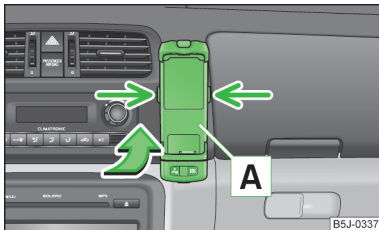

Abb. 83
- Zuerst den Adapter **A** in Pfeilrichtung » Abb. 83 bis zum Anschlag in die Halterung schieben. Den Adapter dann leicht nach unten drücken, bis dieser sicher einrastet.
- Gleichzeitig die seitlichen Verriegelungen der Halterung » Abb. 83 drücken und den Adapter mit dem Telefon herausnehmen.